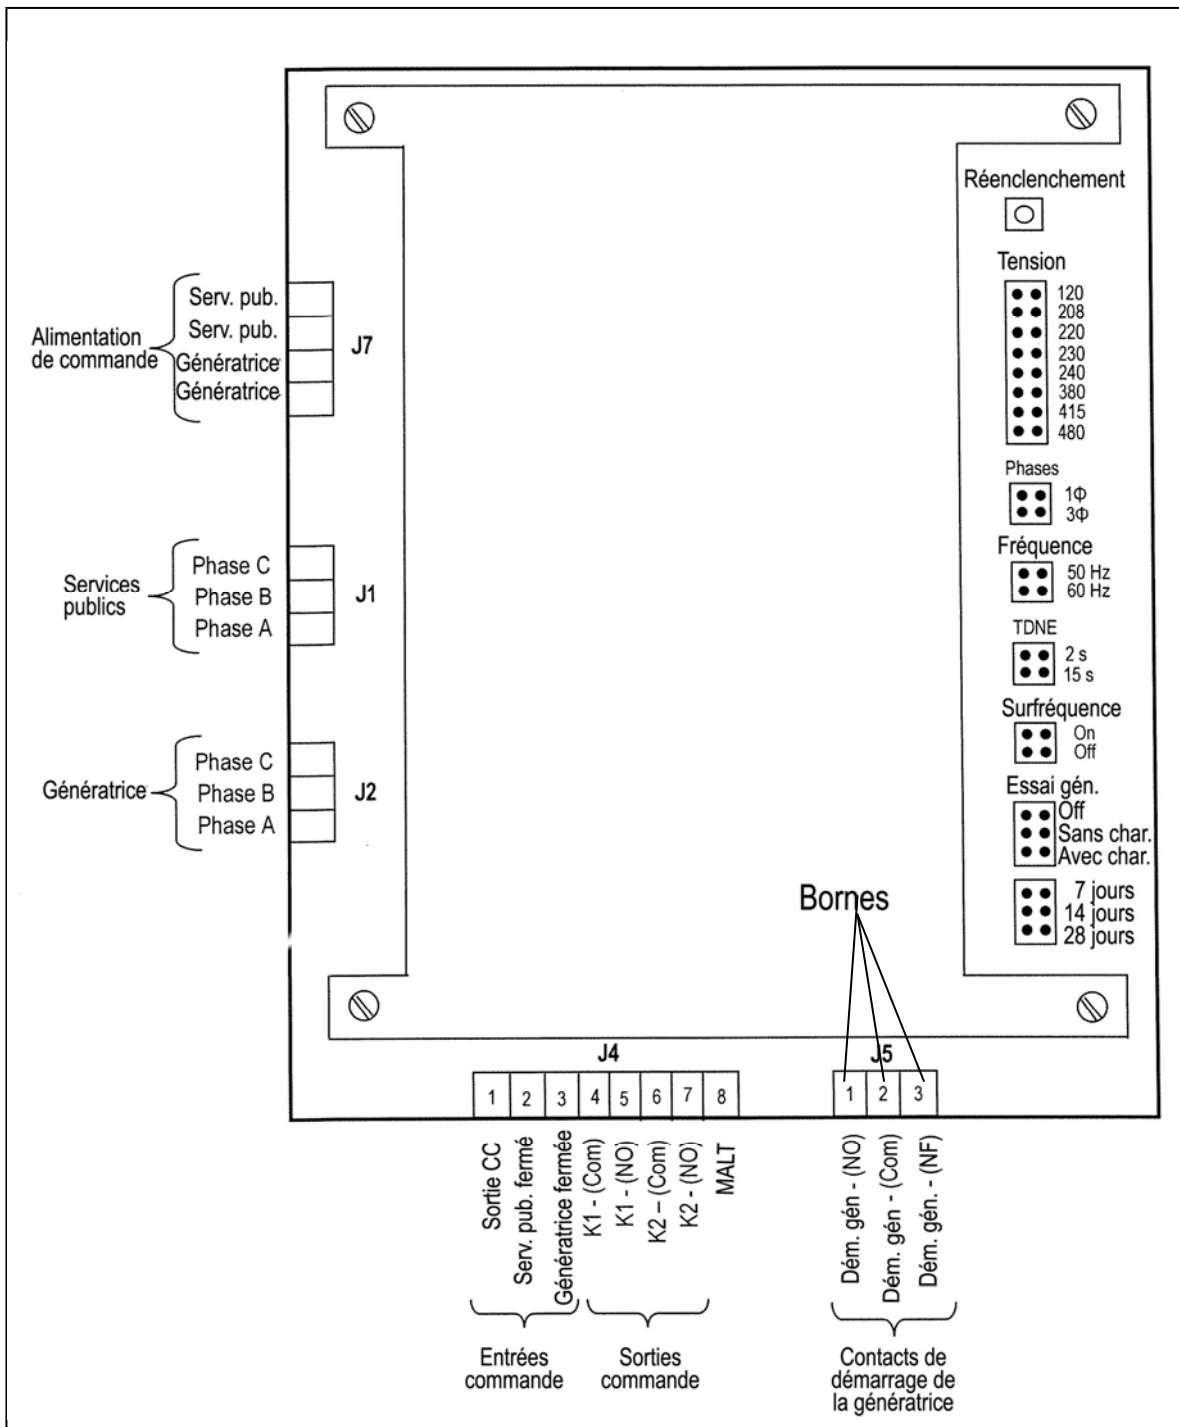

Figure 17 – Connexions de commande du moteur de la Génératrice
Étape 4 : Raccorder les fils de démarrage du moteur de la Génératrice aux bornes 1 et 2 ou 2 et 3 du connecteur J-5 du contrôleur ATC-100 (Figure 17). Ce contact est FERMÉ (lorsque le contrôleur envoie la commande de démarrer le